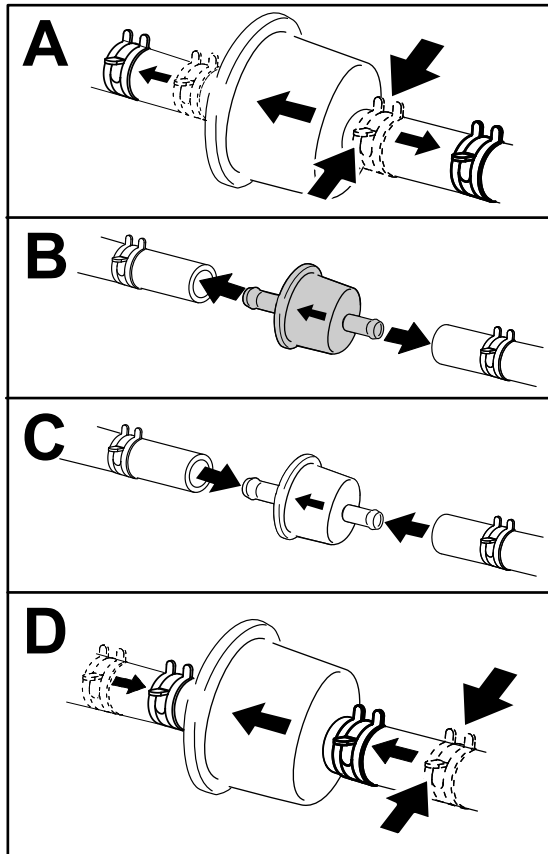

Figure 42
3. Remplacez le filtre à carburant (Figure 42).